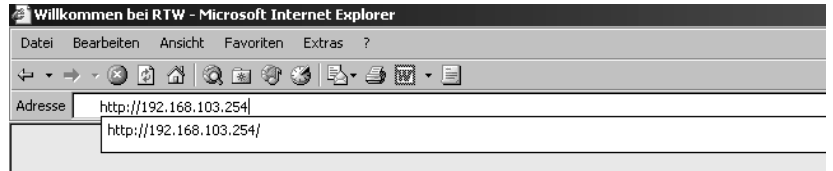

Bild 8-11: IP-Adresseingabe in das Adressfeld des Internet-Browsers
1. Starten Sie Ihren Internet-Browser und geben Sie die IP-Adresse Ihres Gerätes in der Adresszeile ein (z. B.: „http://192.168.103.254“, siehe Bild 8-11). Bestätigen Sie die Eingabe mit der „Enter“-Taste Ihrer PC-Tastatur.